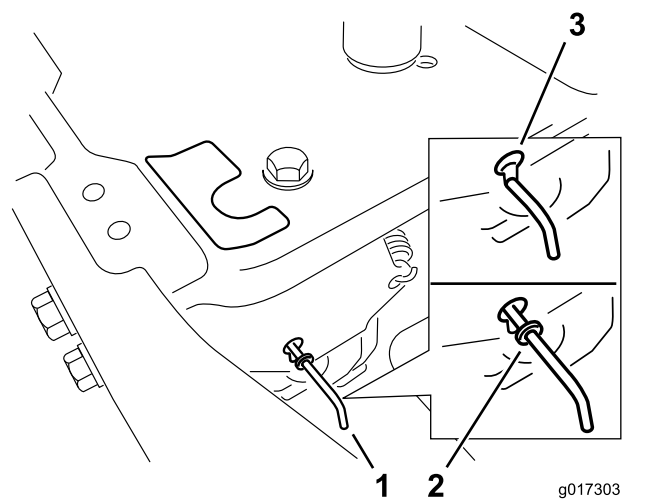

Figure 26
4. Déplacez les leviers de dérivation en avant dans l'encoche en trou de serrure, puis vers le bas pour les verrouiller en position (Figure 26).
Déplacez les leviers de dérivation en arrière dans l'encoche en trou de serrure, puis vers le bas pour les verrouiller en position, comme montré à la Figure 26.